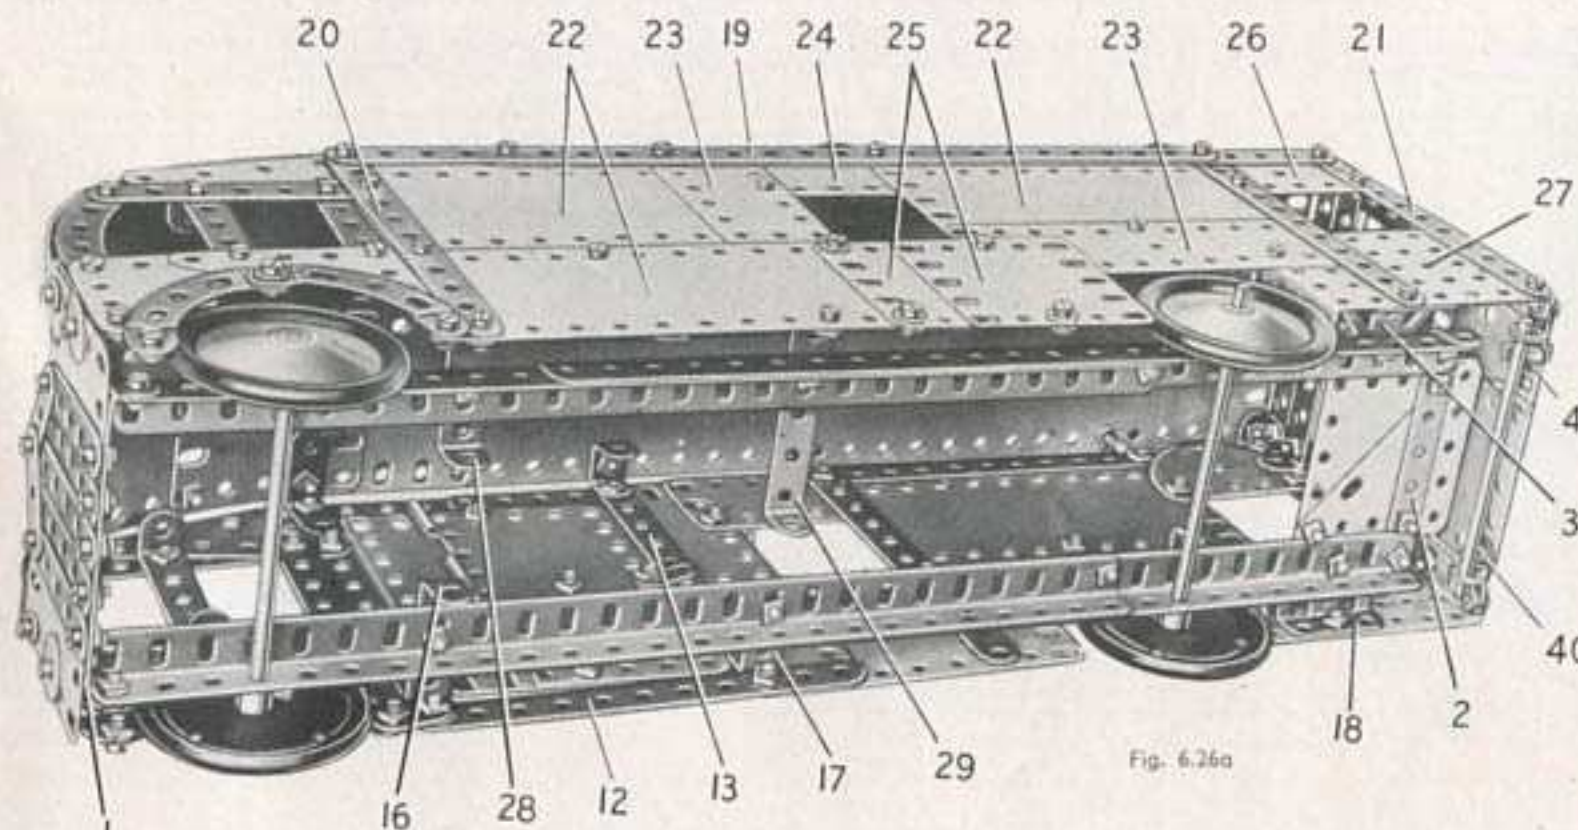
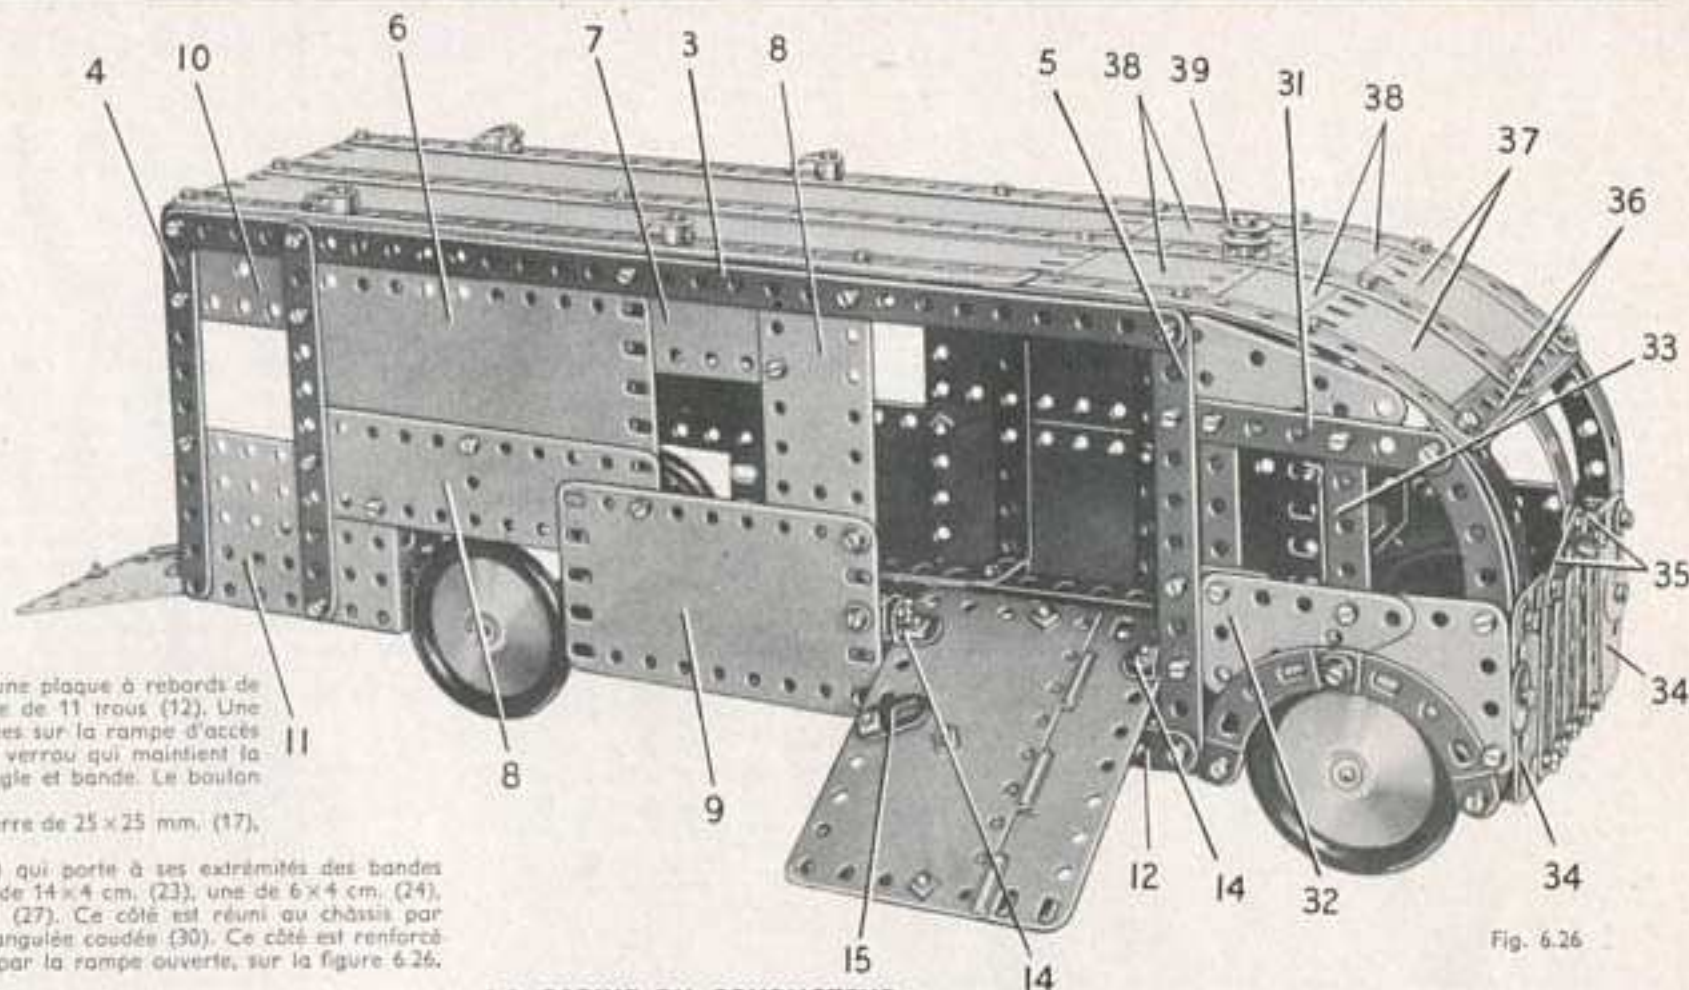

Fig. 6.26a
Fig. 6.26
Le côté qui apparaît sur la figure 6.26 est boulonné sur une bande (3) qui porte à ses extrémités des bandes de 11 trous (4) et (5). La bande (3) est constituée par deux bandes de 25 trous qui se recouvrent sur 21 trous. Le côté est recouvert par une plaque flexible de 14x6 cm. (6), une de 6x4 cm. (7), deux de 14x4 cm. (8), une de 11,5x6 cm. (9), une plaque semi-circulaire (10) et une plaque à rebords de 9x6 cm. (11). La plaque (9) est réunie à l'extrémité inférieure de la bande (5) par une bande de 11 trous (12). Une autre bande de 11 trous (13) renforce le bord des plaques (8). Deux équerres (14) sont boulonnées sur la rampe d'accès et elles sont articulées par contre-écrous à d'autres équerres fixées sur les bandes (5) et (13). Le verrou qui maintient la rampe fermée se construit en fixant un boulon de 9,5 mm. par un écrou dans un raccord de tringle et bande. Le boulon est ensuite passé dans la rampe et muni d'un support plat (15) tenu par deux écrous.
Le côté qui apparaît sur la figure 6.26a est monté sur un cadre constitué par une bande (19) qui porte à ses extrémités des bandes de 11 trous (20) et (21). Ce côté est recouvert par trois plaques flexibles de 14x6 cm. (22), deux de 14x4 cm. (23), une de 6x4 cm. (24), deux de 6x6 cm. (25), une plaque semi-circulaire (26) et une plaque à rebords de 9x6 cm. (27). Ce côté est réuni au châssis par une bande coudée de 38x12 mm. (28), une bande coudée de 60x12 mm. (29) et une embase triangulaire coudée (30). Ce côté est renforcé par des bandes de 11 trous placées verticalement à l'intérieur. Deux de ces bandes sont visibles par la rampe ouverte, sur la figure 6.26.